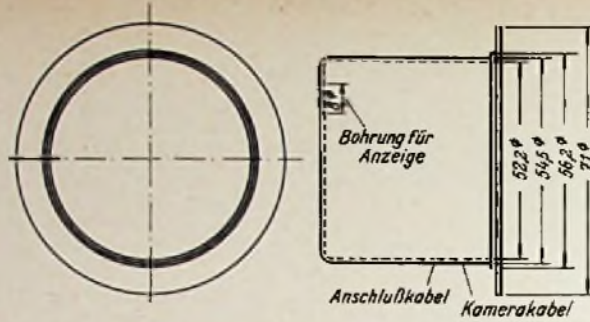
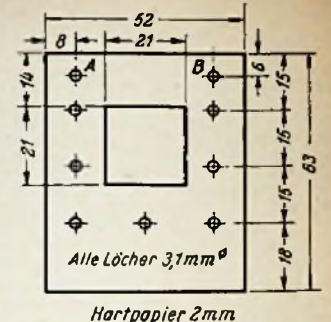
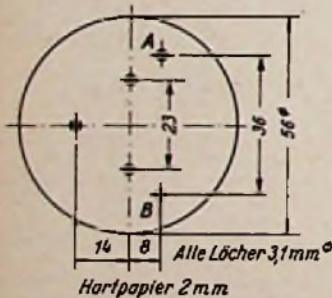

Bild 4. Aluminiumtopf für den Reflektorteil
Bild 5. Rechteckige Isolierplatte für den Reflektorteil
Bild 6. Runde Isolierplatte für den Reflektorteil
Der Reflektorteil besteht aus dem Aluminium-Gehäuse (Bild 4) mit Schaltplatte (Bild 5 und 6) und dem Reflektor. In den Ausschnitt der Platte Bild 5 wird die Zündspule eingeklebt. Die Leitung von der Zündspule bis zur Blitzröhre muß kurz sein. An die Punkte A und B wird mit zwei Winkeln die Isolierscheibe Bild 6 festgeschraubt. In die anderen Bohrungen werden Nietlötlösen eingietet, an denen
Beim Zusammenbau kommt die Isolierscheibe Bild 6 in den eingedrückten Ring des Topfes Bild 4 zu liegen. Sie wird dann beim Verschrauben mit dem Reflektor festgehalten. Zum Schutze der Röhre wird empfohlen, vor dem Reflektor eine Plexiglasscheibe mit zwei Winkeln anzuschrauben.
- 2 Isolierscheiben Bild 5 u. 6)